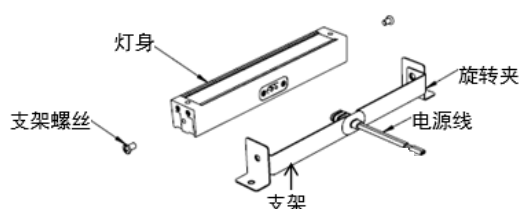

图 8
1. 拆卸安装支架，将电源线从安装支架中推出然后插入支架孔位中，再将电源线重新插入灯身。最后使用螺丝将支架两端的旋转夹固定<图8>。